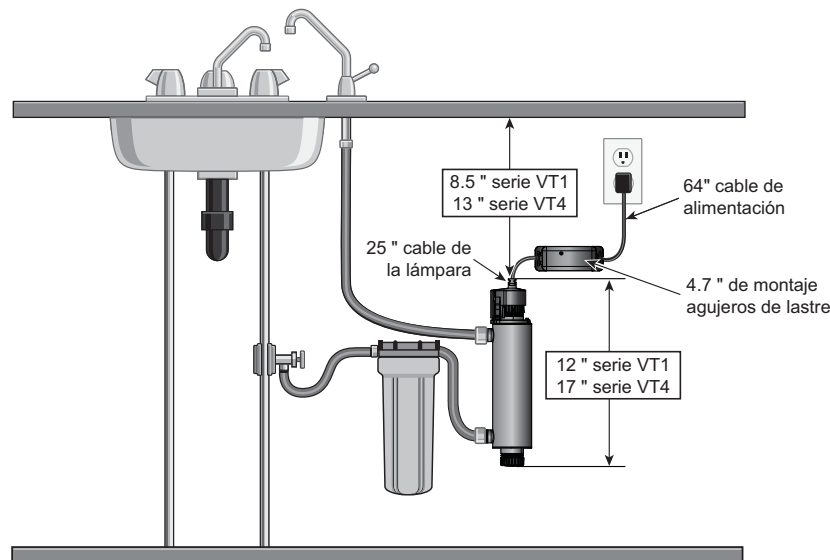

Figura 2 Sistema de desinfección
1. En Figura 2 se muestra la instalación de un sistema de punto de uso típico (POU) y los componentes relacionados que se pueden usar para la instalación. Se recomienda el uso de un conjunto de desvío en el caso de que el sistema requiera mantenimiento fuera de línea. En dicho caso, tenga en cuenta que el sistema requiere una desinfección adicional para el sistema de distribución si se usa agua durante la condición de desvío. Además, durante el desvío, el agua NO se desinfectará y se deberá colocar físicamente la etiqueta "NO CONSUMIR EL AGUA" en el conjunto de desvío hasta que el sistema se haya saneado y puesto en servicio nuevamente. Para obtener más información, consulte Sección 3.2. Si el agua se va a consumir mientras el sistema está fuera de línea, se deberá hervir durante dos minutos antes del consumo.